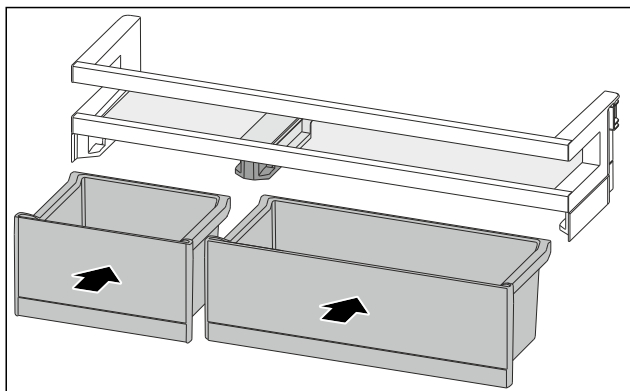

Fig. 89
- Coloque los VarioBoxes en disposición intercambiada. (consulte Fig. 89)